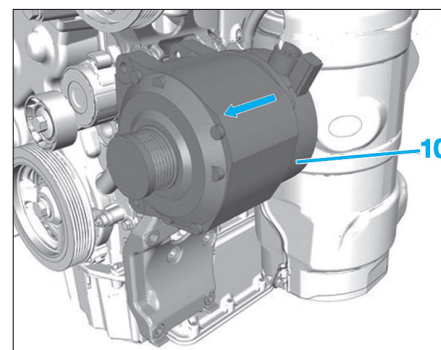

Fig. 5
- Déposer les vis (4) et (8) puis déposer l'alternateur (10) suivant la flèche (Fig.5).